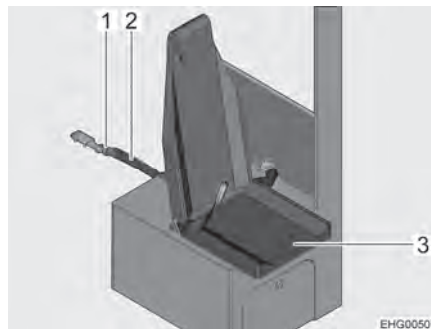

Bild 21 Säkra hopfällbar stol
- Sätt in säkerhetsremmen (Bild 21,2) i bältlåset (Bild 21,1).
- Fäll ned sittytan (Bild 21,3).